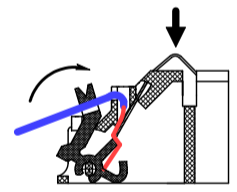

Рисунок 2
– ввести в канал провод и зафиксировать его, поджав кнопку-зажим до упора (см. рисунок 2);
- проверить надежность соединения для чего необходимо надавить на изгиб контакта, имитируя нажим датчиком (см. рисунок 2) и потянуть провод на себя;
– завести провод в паз, расположенный на кнопке-зажиме (см. рисунок 2).